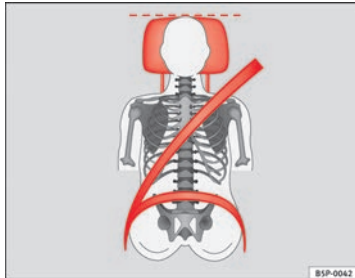
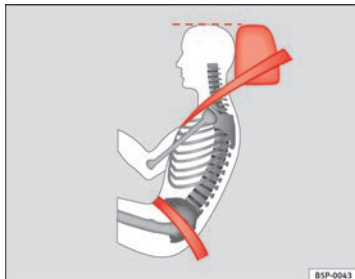

Abb. 3 Richtig eingestellte Kopfstütze von vorne betrachtet
Abb. 4 Richtig eingestellte Kopfstütze von der Seite betrachtet
- Stellen Sie die Kopfstützen so ein, dass sich die Oberkante der Kopfstütze möglichst auf einer Linie mit dem oberen Teil Ihres Kopfes, aber mindestens auf Augenhöhe befindet → Abb. 3 und → Abb. 4.